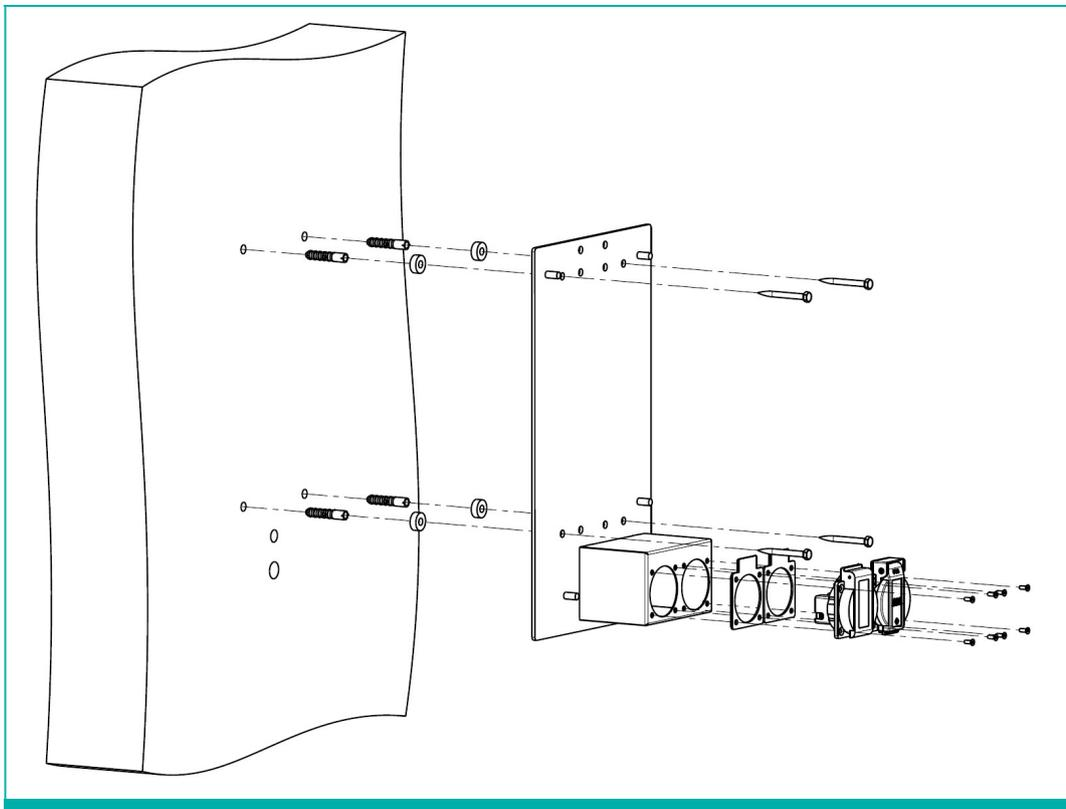

Abbildung 4-4: Wandbefestigung der Montageplatte
- Schrauben Sie anschließend die Montageplatte an die Wand (vgl. Abbildung 4-4). Die Distanzstücke stellen für die Kabeldurchführung den Abstand zwischen Wand und Montageplatte her. Die Kopfhöhe der Schrauben darf max. 3,3 mm betragen. Achten Sie darauf, dass die Kabel ohne Zwang und unter Einhaltung der Biegeradien durch die Kabelöffnungen geführt werden.